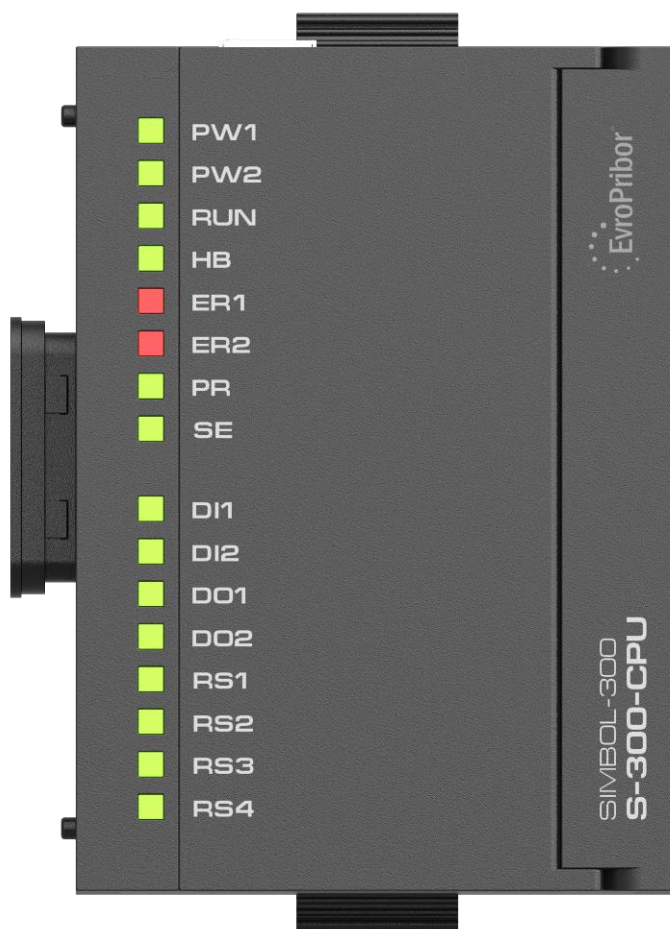

Рисунок 1.5.1.2 – Лицевая панель модуля S-300 CPU с закрытой крышкой
1.5.1.4 На верхней панели модулей расположены следующие элементы (рисунок 1.5.1.3):